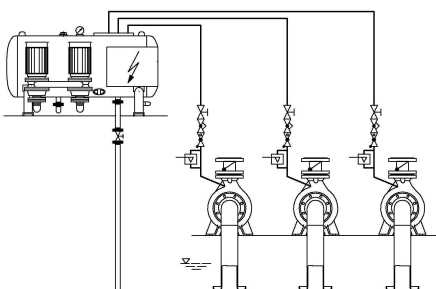
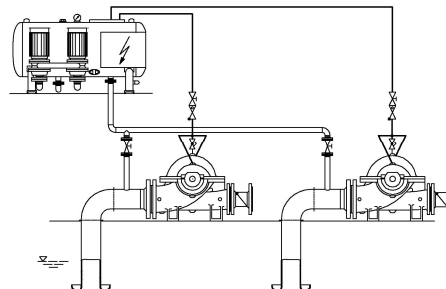
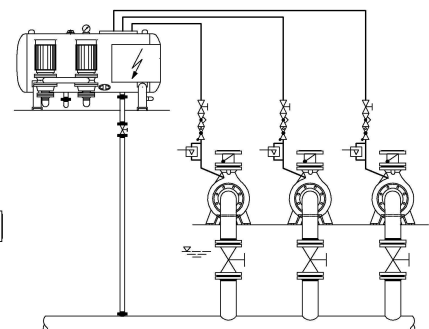

Fig. 3a
Fig. 3b
Fig. 3c
Bei Pumpenanlagen mit getrennten Saugleitungen ist die Ausgleichsleitung (K) entweder in das saugseitige Flüssigkeitsniveau (Fig.3a) oder auf die Saugleitungen der Kreiselpumpen (Fig.3b) zu führen (bei längeren Saugleitungen). Bei Anlagen mit einer Sammelsaugleitung erfolgt der Anschluß auf dem Hochpunkt dieser Leitung (Fig.3c). Die einzeln zu verlegenden Gehäuse-Entlüftungsleitungen (S), sowie die Ausgleichsleitung (K) sind zur Vakuumpumpe hin steigend zu verlegen. Die Gehäuse-Entlüftungsleitungen sollten drosselbar sein.
Where pumping units have separate suction pipes, the balancing pipe (K) is to be carried either to the suction side liquid level (Fig.3a) or, in case of longer suction pipes, to the suction pipes of the centrifugal pumps (Fig.3b). Where pumping units have a common suction pipe, the connection is made at the highest point of this pipe (Fig.3c). The casing vent pipes (S) which are to be laid separately, as well as the balancing pipe (K) are to be installed, ascending to the central vacuum unit. The casing vent pipes are to be throttled.